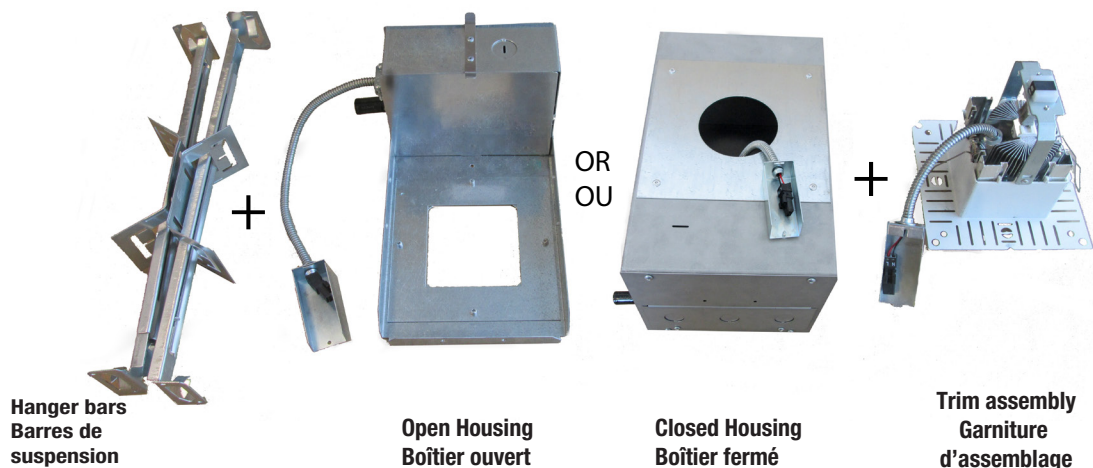
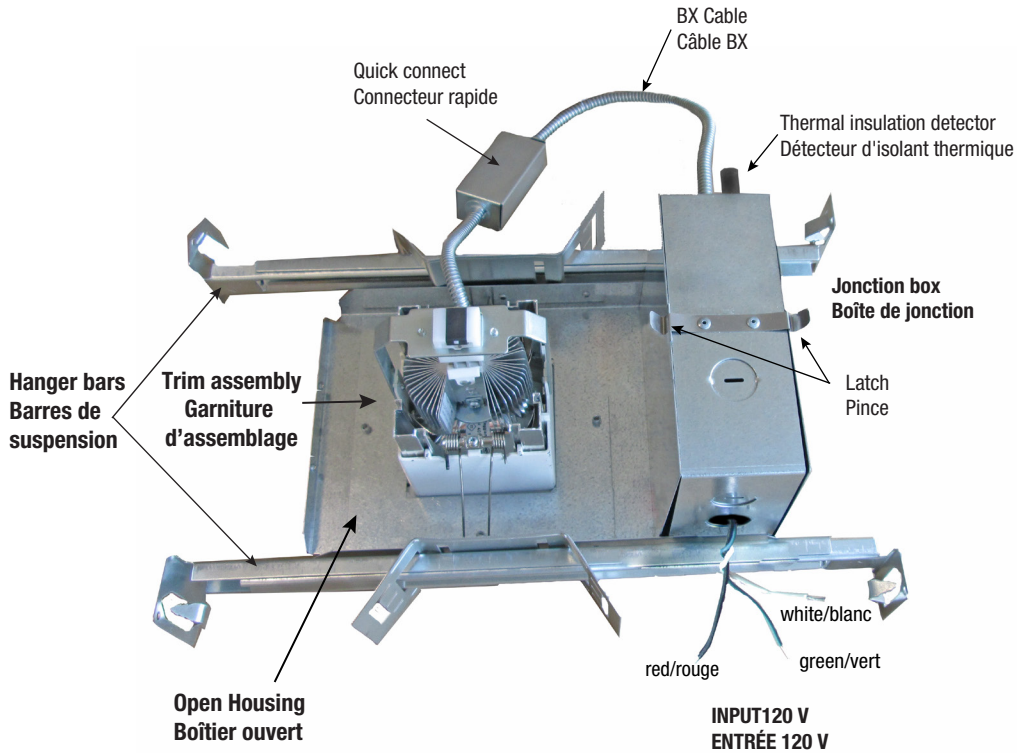

Fig. 2
Fig. 3
1. Attach the hanger bar (Fig. 1) to the luminaire housing as shown in (Fig. 2).
3. Make wiring between the power source (120 V) and input of junction box luminaire housing (Fig. 2). Open the junction box door using the latch if necessary. See electrical diagram as reference (Fig. 3).
1. Attacher les barres de suspension (Fig. 1) au boîtier du luminaire tel que montré (Fig. 2).
3. Faire les connexions électriques entre la source de courant (120 V) et l'entrée de la boîte de jonction situé sur le boîtier du luminaire (Fig. 2). Retirer le couvercle de la boîte de jonction en ouvrant la pince si nécessaire. Voir le schéma électrique comme référence (Fig. 3).